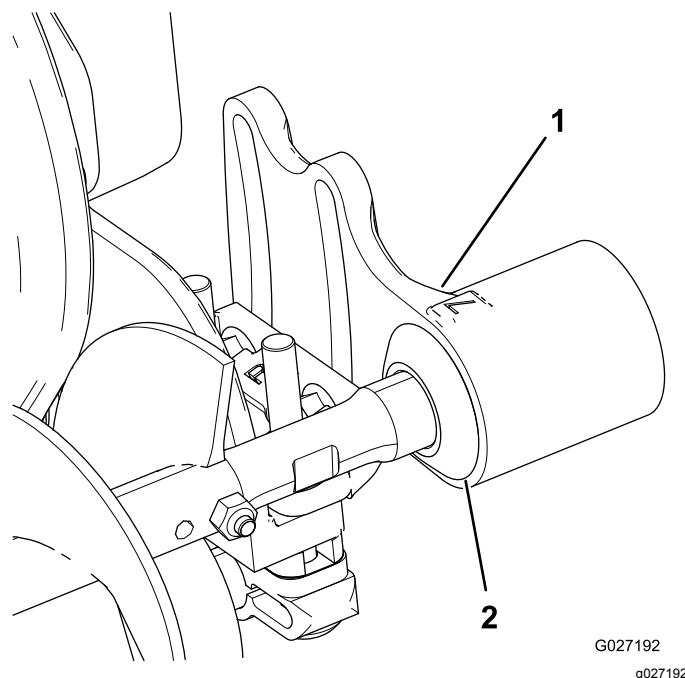

Рисунок 7
- Сдвиньте защитное уплотнение наружу так, чтобы манжетные уплотнения слегка касались корпуса каждого подшипника (Рисунок 7).